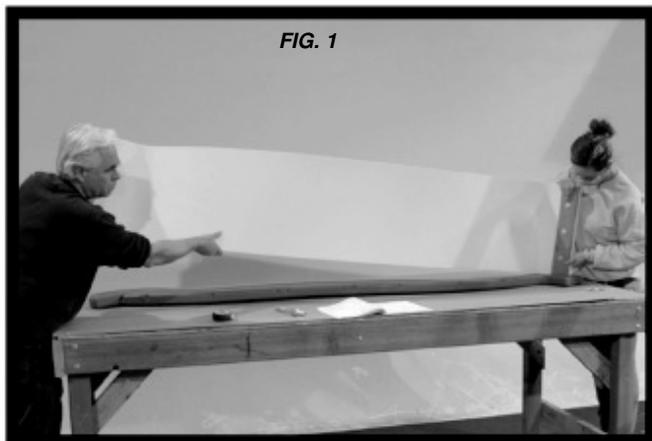

FIG. 1
- PLACEZ 1 TRAVERSE DE GLISSOIRE SUR UNE SURFACE PLANE ET COMMENCEZ À INSÉRER L'ASSISE DE LA GLISSOIRE AU BAS DE LA TRAVERSE (FIG. 1). PLACEZ LE BAS DU SUPPORT DANS LE LOGEMENT DU SUPPORT, AU BAS DE LA TRAVERSE; DEMANDEZ À LA PERSONNE QUI VOUS AIDE DE FLÉCHIR L'ASSISE DU TOBOGGAN VERS LE HAUT DE LA GLISSOIRE ET INSÉREZ L'ASSISE DANS LA RAINURE DE LA GLISSOIRE. ASSUREZ-VOUS QUE L'ASSISE DE LA GLISSOIRE EST COMPLÈTEMENT ENFONCÉE DANS LA RAINURE. FIXEZ À L'AIDE DE (12) VIS À BOIS DE 2-1/2 PO À CHAQUE EMPLACEMENT DES AVANT-TROUS, TEL QU'ILLUSTRÉ CI-DESSOUS.